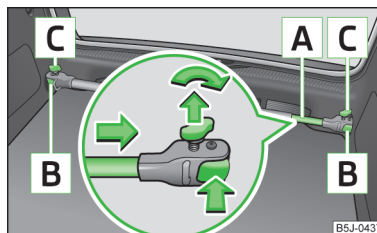

Fig. 70
► Slăbiți și extrageți puțin șuruburile de siguranță **C** » fig. 70, astfel se deblochează elementele de susținere **B**.